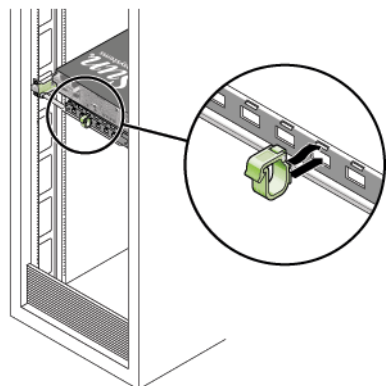

FIGURA 2-7 Installazione dei ganci per i cavi del braccio di gestione dei cavi
6. Posizionare i ganci per i cavi sui fori di montaggio appropriati del braccio di gestione dei cavi e fissarli in posizione (FIGURA 2-7).